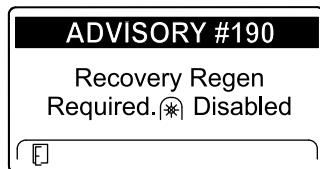

Figura 58
- Aviso N° 190 – Regeneración estacionaria necesaria – Toma de fuerza deshabilitada (Figura 58).